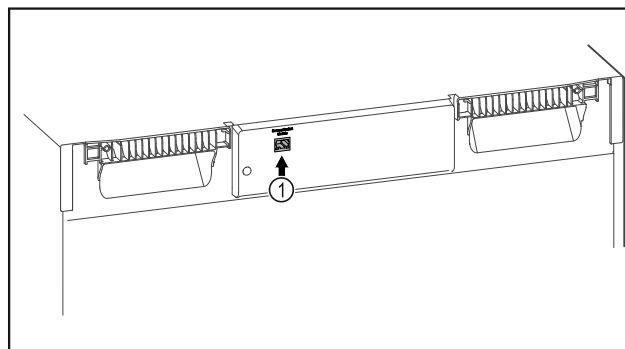

Fig. 120
- Le SmartModule Fig. 120 (1) est installé.